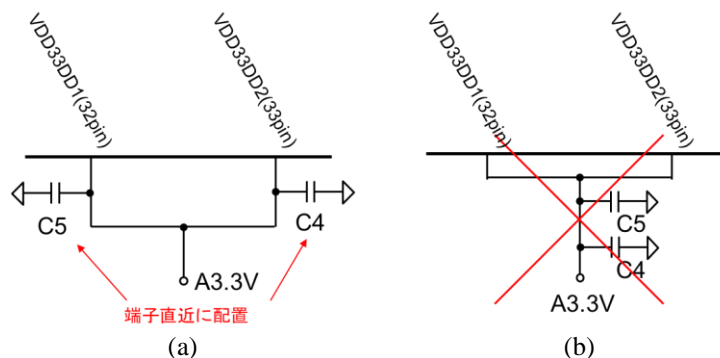

Figure 2-7 DC-DC コンバータの電源供給端子のデカップリングコンデンサの接続例
- Figure 2-7 に DC-DC コンバータの電源供給端子のデカップリングコンデンサの接続例を示します。(a) に示すように、デカップリングコンデンサは電源供給端子の直近に配置して下さい。